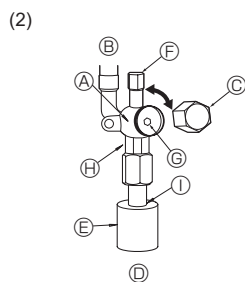

Fig. 4-6
- ② Assicurarsi che la valvola d'arresto sia completamente aperta e riportare il cappuccio alla posizione originale.
- (2) Lato liquido (Fig. 4-6)
- ① Togliere il cappuccio e girare fino a quando è possibile l'asta della valvola in senso antiorario utilizzando una chiave esagonale di 4 mm. Smettere di girare quando si urta l'otturatore.